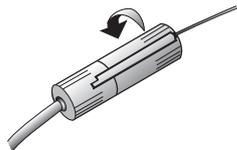

Figura 29. Feche o conector de fecho de rosca
4. Prenda o pino de ligação da extensão no conector de fecho de rosca do cabo de diagnóstico, rodando o conector 1/4 de volta até este parar (Figura 29). Se o conector de fecho de rosca não rodar facilmente, não o force. Pare, desmonte os componentes e repita o passo 1 desta secção.